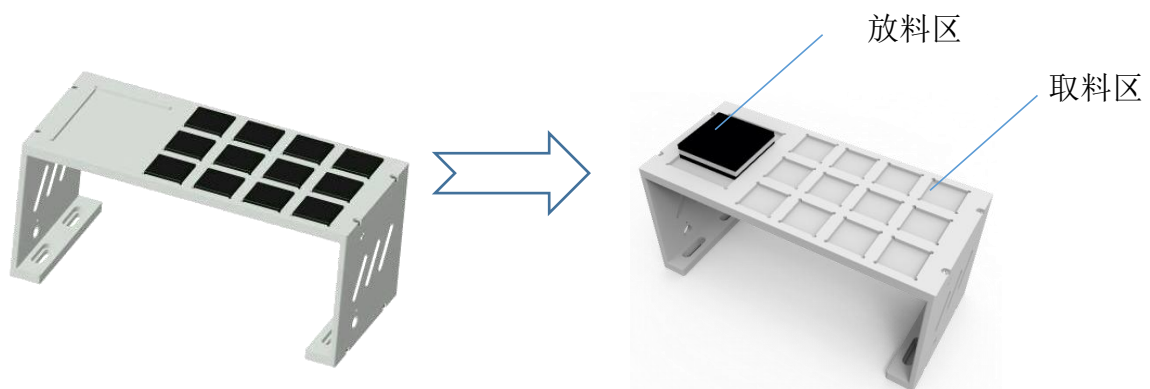

图 6 码垛任务示例
- (1) 机器人在手动运行模式下，按下示教器运行按钮
- (2) 机器人运行到工作原点位置
- (3) 机器人取吸盘夹具
- (4) 机器人末端夹具气缸伸出
- (5) 机器人将码垛块依次从取料区吸取搬运到放料区
- (6) 机器人完成全部码垛搬运，码放成 2 列 2 行 3 层；码垛图例如图 6 所示；